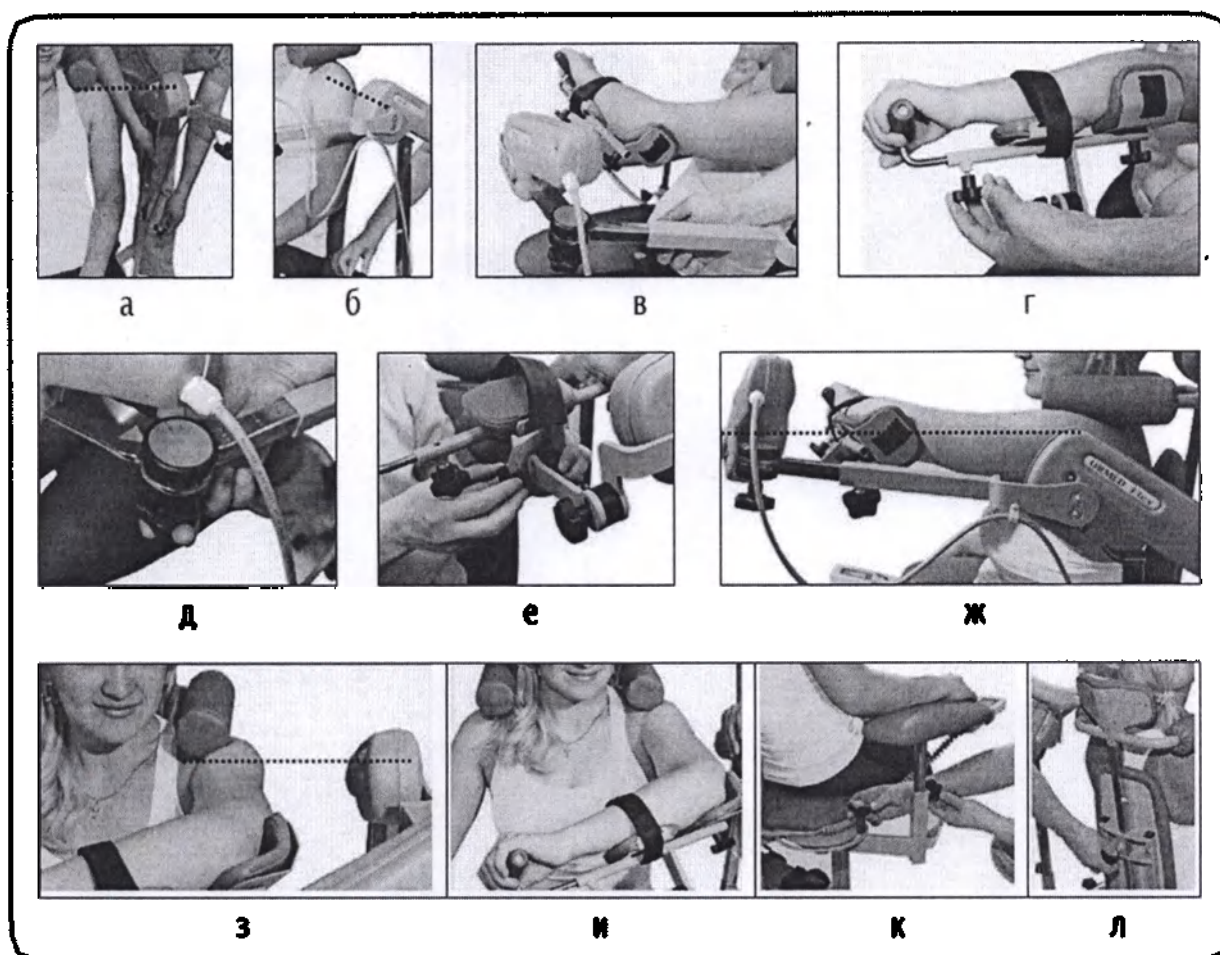

Рисунок 6.2 – Подстройка аппарата под пациента
6.3.2 Ослабить фиксаторы высоты (11) и угла отведения/приведения (9) (см. рис. 2.1). Отрегулировать положения мотора А таким образом, чтобы ось мотора А совпала с центром плечевого сустава (рис. 6.2а и 6.2б). Зафиксировать положение.
6.3.3 Ослабить фиксатор длины плеча (24), придерживая мотор В, выдвинуть его на расстояние, при котором локоть будет лежать на упоре локтя (34). Зафиксировать положение (рис. 6.2в).
6.3.4 Ослабить фиксатор длины предплечья (27), выдвинуть рукоятку (28) так, чтобы предплечье можно было легко разместить между упором локтя (34) и рукояткой (28). Зафиксировать положение (рис. 6.2г).
6.3.5 Ослабить фиксатор регулятора угла сгибания локтя (26), отрегулировать угол сгиба локтя. Зафиксировать положение (рис. 6.2д).
6.3.6 Ослабить фиксаторы (29) механизма переворота (22), отрегулировать совмещение оси локтевого сустава с осью мотора В и зафиксировать положение (рис. 6.2е).
6.3.7 Убедитесь, что ось мотора В, центр локтевого сустава и плечевого сустава находятся на одной линии. Оси мотора А и плечевого сустава находятся на одном уровне (рис. 6.2ж и 6.2з). При необходимости, подкорректировать настройки по п.2...6 раздела 7.3.
6.3.8 Зафиксировать предплечье ремнем. Оно должно полностью лежать на лотке (рис. 6.2и).
6.3.10 Ослабить фиксатор (33) (см. рис. 4.1) и настроить высоту ограничителя плеча (рис. 6.2л).